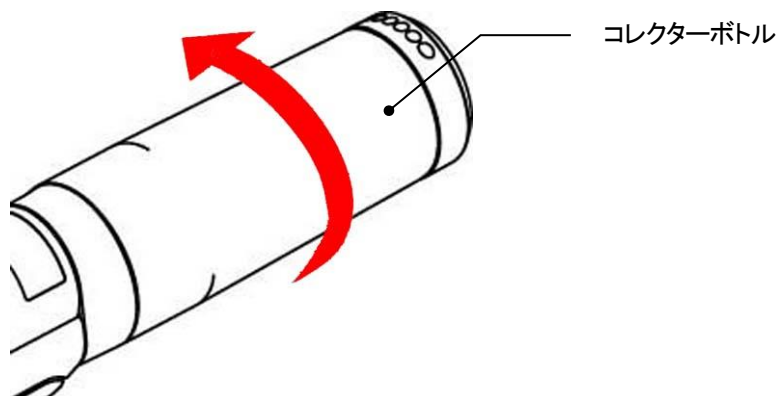

図 4-2
- 3) コレクターボトルが確実に装着されているか確認してください。確実に装着されていない場合は、コレクターボトルを右に回し、確実に装着してください。（図 4-2）
(P.9 図 4-2 参照)